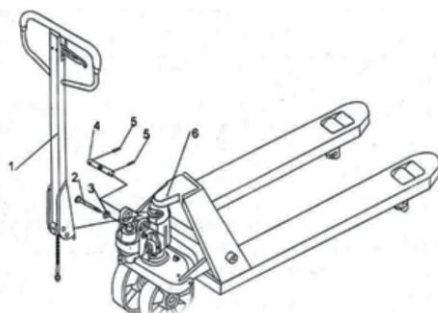

Fig.5
c) Pressez le timon vers le bas et retirez la goupille (2, Fig. 5).
d) Mettez le levier de la poignée en position "LEVAGE", puis soulevez la plaque du levier avec la goupille (2, Fig. 5) et insérez la vis de réglage dans la rainure avant. Note : Gardez l'écrou de réglage sous le levier.
e) À l'aide d'un marteau, insérez la deuxième goupille (5, Fig. 5) dans le deuxième trou de l'arbre. Le timon est maintenant monté sur la pompe.